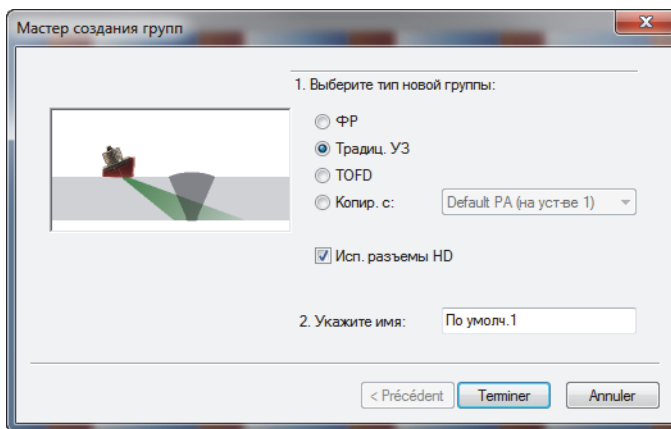

Рис. 4-13 Диалоговое окно Мастер создания групп (традиц. УЗ)
2. В открывшемся диалоговом окне **Мастер создания групп** (Рис. 4-13 на стр. 116) выполните следующее: